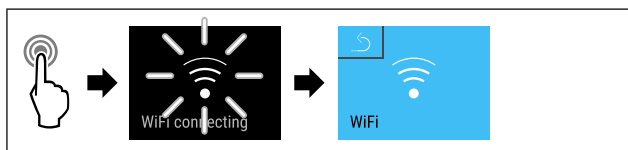

Fig. 118
- ▶ Stappen (zie Fig. 118) uitvoeren.